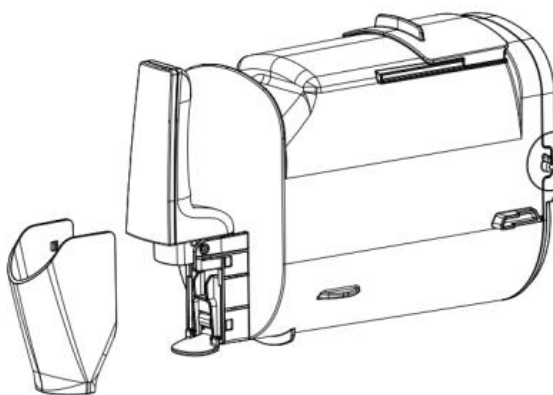
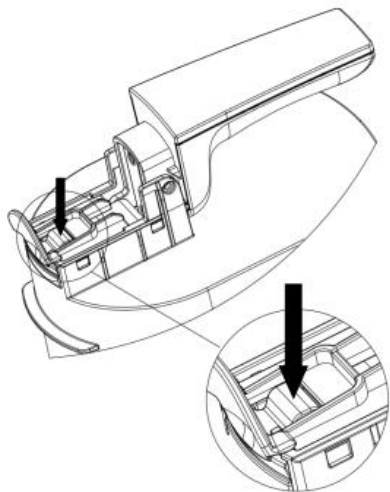

Figure 4
Figure 5
3. Czyszczenie otworu wylotowego: Zdjąć pokrywę otworu wylotowego (rysunek 4), nacisnąć i przytrzymać pozycję mocowania wspornika otworu wylotowego (rysunek 5), następnie otworzyć uchwyt lufy i zdjąć otwór wylotowy zmontuj (rysunek 6), wyczyść i złoż z powrotem w kolejności demontażu i montażu.